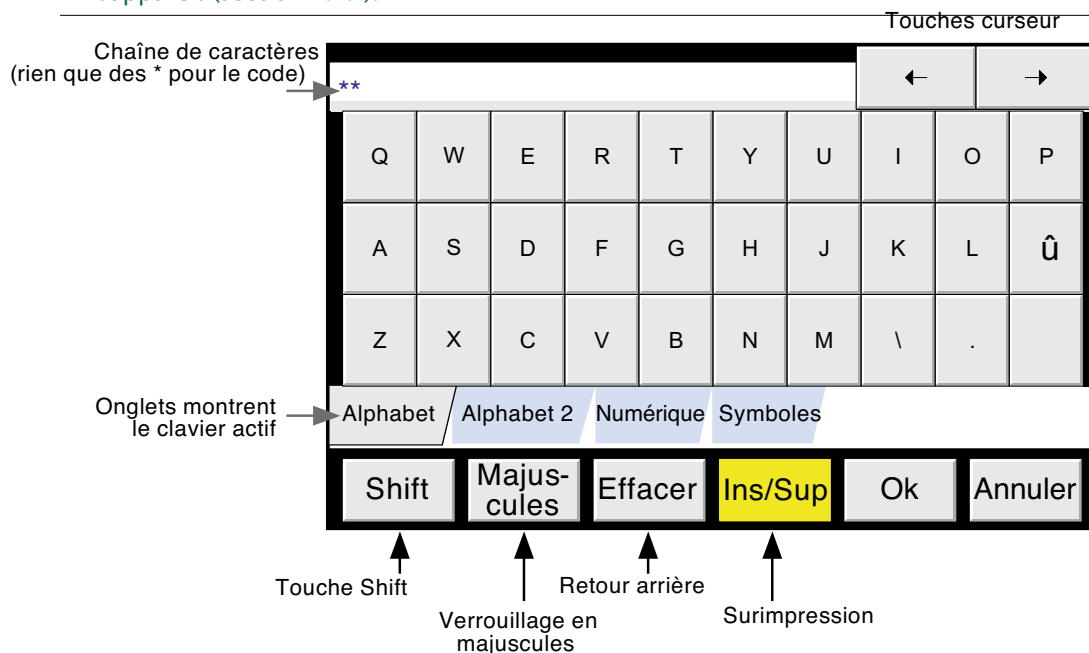

Figure 3.3.1b Clavier Alphabet 1
- 3 Touchez la zone de saisie du code pour faire apparaître le clavier (voir figure 3.3.1b).
Le clavier qui apparaît lorsqu'on touche la zone du code est le même qui apparaît lorsqu'on doit entrer un texte non numérique (par ex. un descriptif de voie). Les figures 3.3.1b et 3.3.1c montrent les différents claviers disponibles ainsi que les caractères associés. Pour entrer un caractère il est nécessaire d'appuyer sur la touche correspondante.